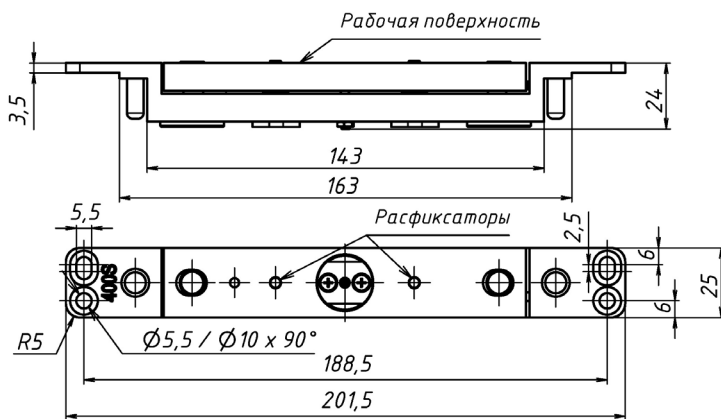

Рисунок 6 - Якорная часть замка ALM-400S
11.2 Рекомендуется периодически (не реже одного раза в шесть месяцев) проводить проверку надежности срабатывания замка и регулировку величины зазоров, а также проверять разблокировку замка при срабатывании расфиксаторов, расположенных в якоря (рисунок 6). При нажатии на толкатель расфиксатора он должен утапливаться в тело якоря и свободно возвращаться в исходное положение.